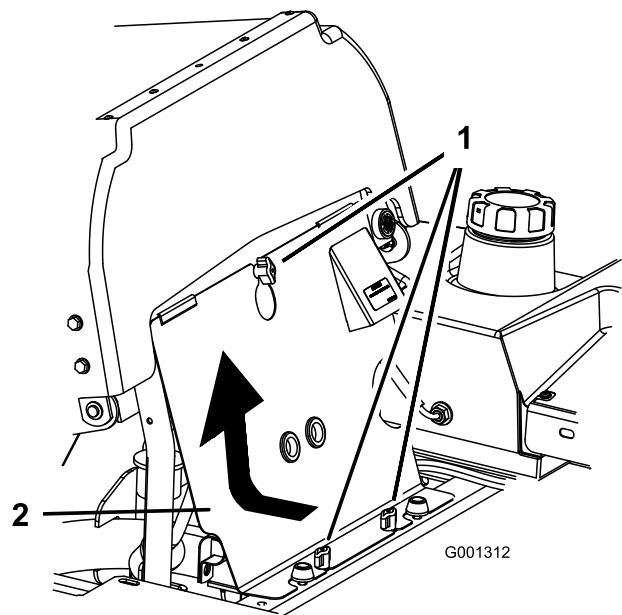

Figura 87
3. Desaperte os manípulos do painel frontal do motor e retire o painel (Figura 87).